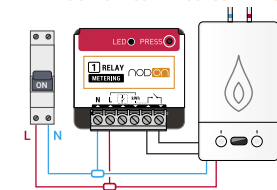

Figure 2
- 3 Câblez le Module Multifonction avec mesure de la consommation Zigbee selon le schéma figure 2, en prenant soin de raccorder les 2 fils de pilotage du thermostat d'ambiance (voir notice de la chaudière).